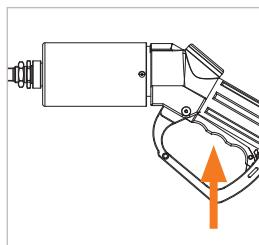

Figure 11
- ▶ Tournez le levier de commande (n° 6) au niveau de la poignée (n° 7) entièrement vers le haut en position ON (*Figure 11*) jusqu'à encliquetage clairement audible.